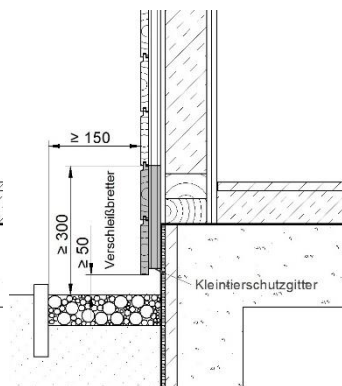

Bild 3
- Eine Absenkung auf min. 50 mm ist bei horizontaler Verlegung der Fassadenprofile möglich, wenn die unteren 30 cm als Verschleißteil eingestuft werden (Bild 3) und der Bauherr auf mögliche Folgen hingewiesen wird.